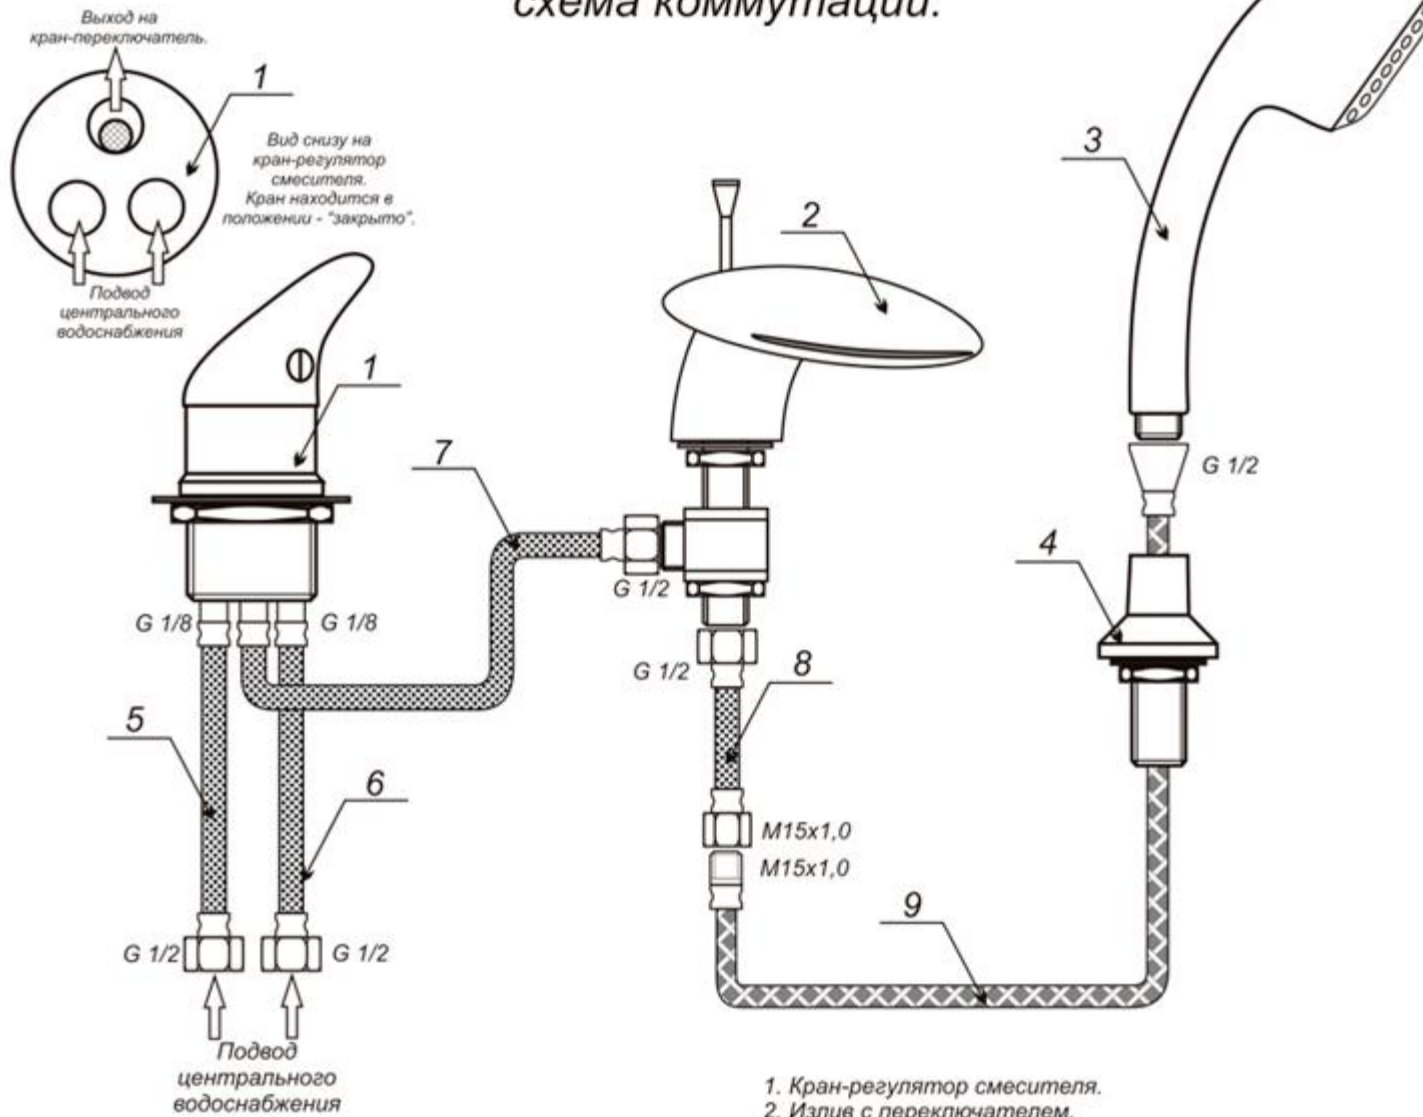
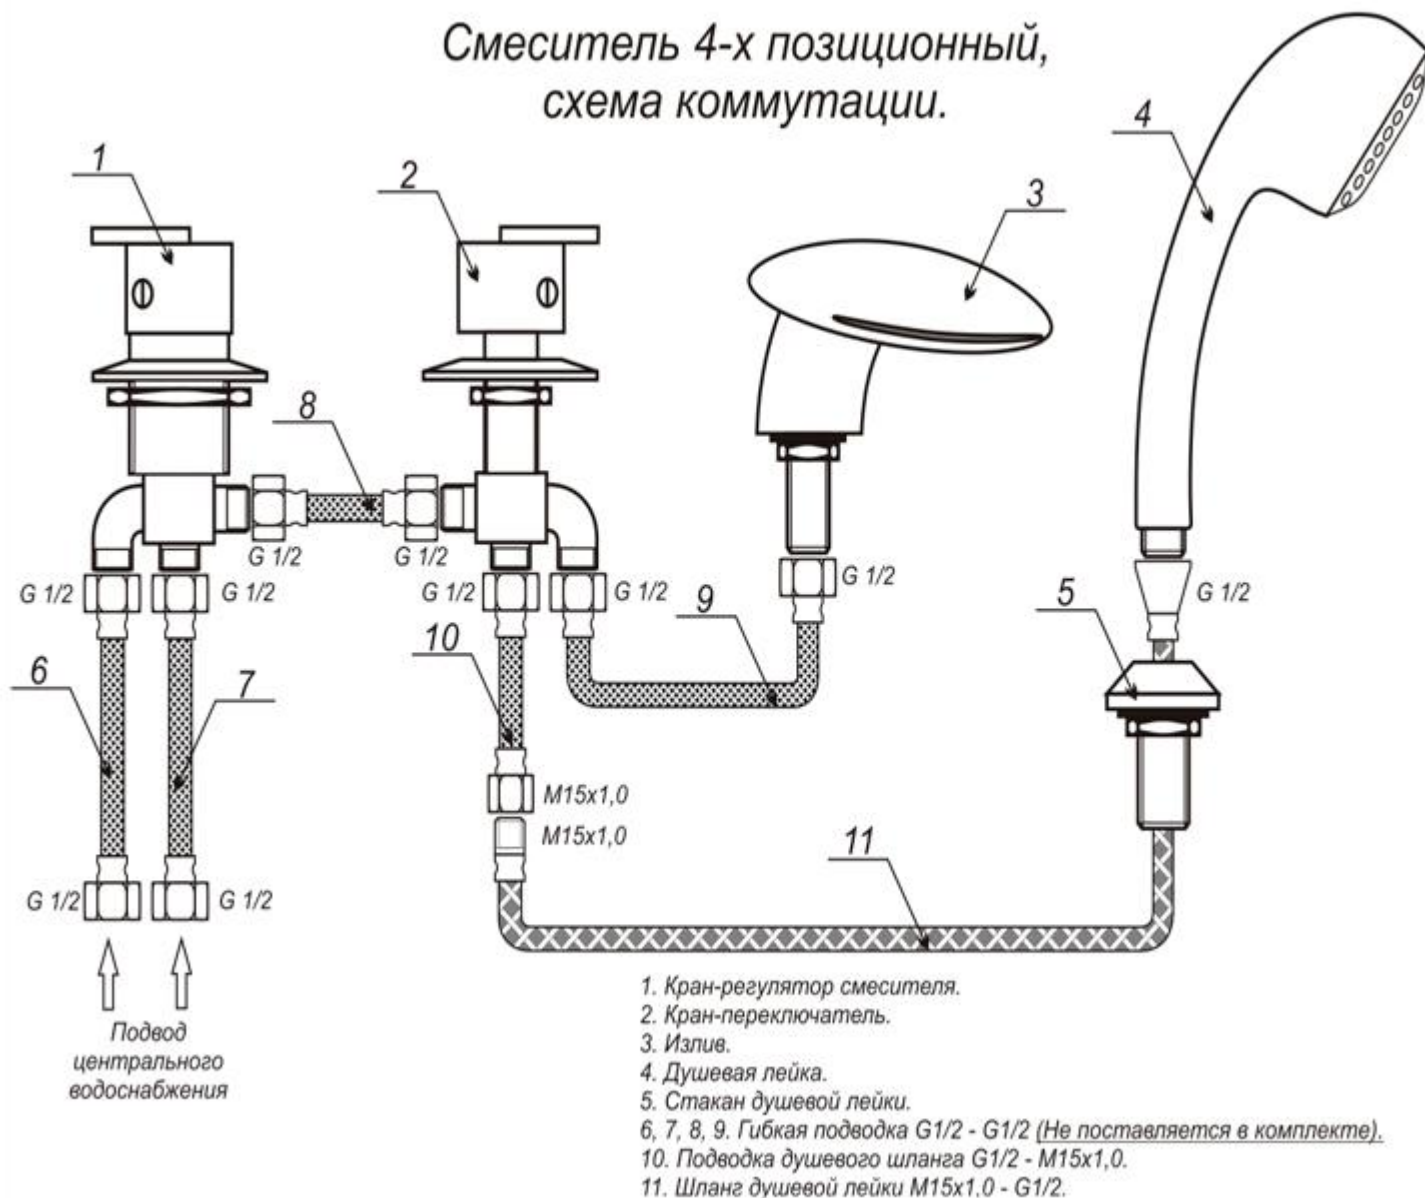

Рис. 3.1
Рис. 3.2
8. При наличии на ванне врезного смесителя, скоммутировать его и подключить к водопроводной системе при помощи гибких шлангов (шланги в комплект не входят). Схемы подключения разных типов смесителей представлены ниже (рис. 3.1, рис. 3.2).